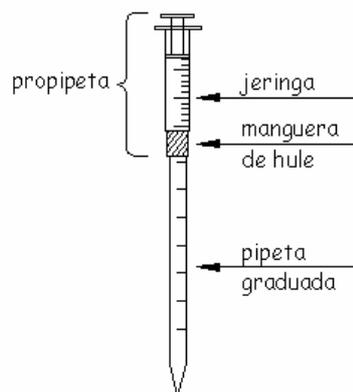

Figura 3
La pipeta se utiliza para medir cantidades pequeñas de líquidos. Se debe utilizar una propipeta (o un bulbo de succión) para llenar la pipeta con el líquido. La propipeta en este experimento consiste en una jeringa, sin aguja y con un trozo de manguera de hule colocado en la punta (Figura 3).
- 2.2 Coloca la jeringa en la parte superior de la pipeta y, jalando el émbolo, succiona 2 mL de agua, observando todo el tiempo el borde superior del agua dentro de la pipeta para evitar que el líquido llegue a la jeringa (Figura 3).